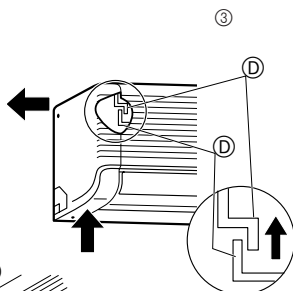

Fig. 3-9
* Struttura del pannello laterale e del corpo dell'unità (Fig. 3-9)